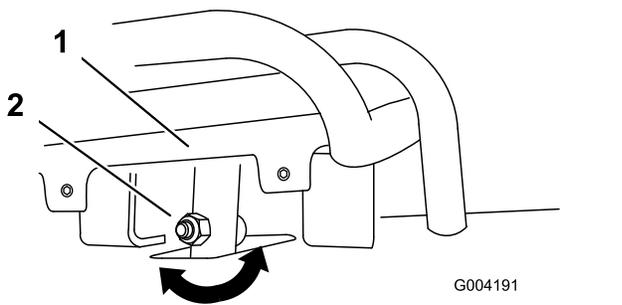
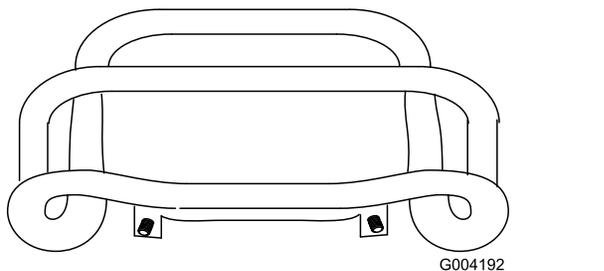

Bild 55
Bild 56
4. Wenn die Vorderseite des Fahrtriebs nicht bündig und gleichmäßig am Anschlagbügel bleibt, lösen Sie die Bundmutter und die Schraube im Schaft des Fahrtriebs (Bild 55).
5. Stellen Sie den Fahrtriebshebel so ein, dass er bündig am Anschlagbügel bleibt, wenn er gerade nach hinten gezogen wird (Bild 55 und Bild 56).